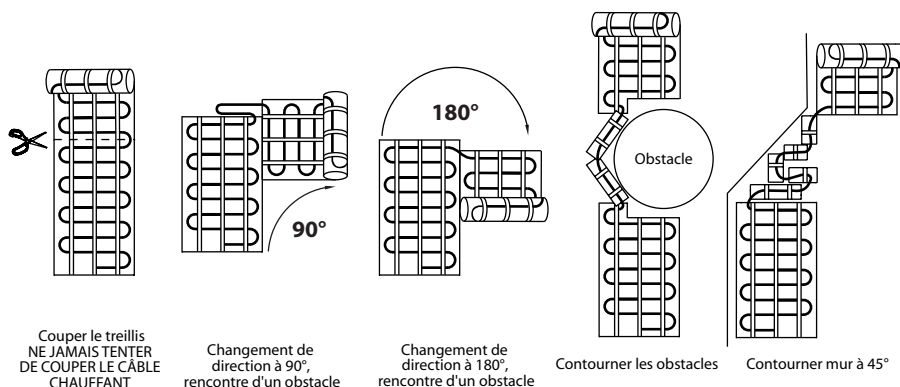

Figure 12
- Lorsque le rouleau du câble chauffant sur treillis rencontre un mur ou un obstacle, il suffit de couper son treillis autocollant et de le faire pivoter dans une autre direction (figure 12).